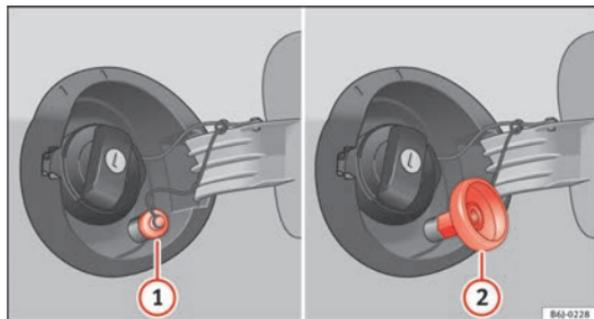

Fig. 128 Tapa del depósito abierta con boca de carga de GLP y adaptador.
- Desenrosque el tapón de la boca de carga de gas ⇒ fig. 128 **1**.
- Enrosque el adaptador necesario ⇒ fig. 128 **2** en la boca de carga de gas **1**.
- Desenrosque el adaptador ⇒ fig. 128 **2**.
- Enrosque el tapón en la boca de carga de gas ⇒ fig. 128 **1**.